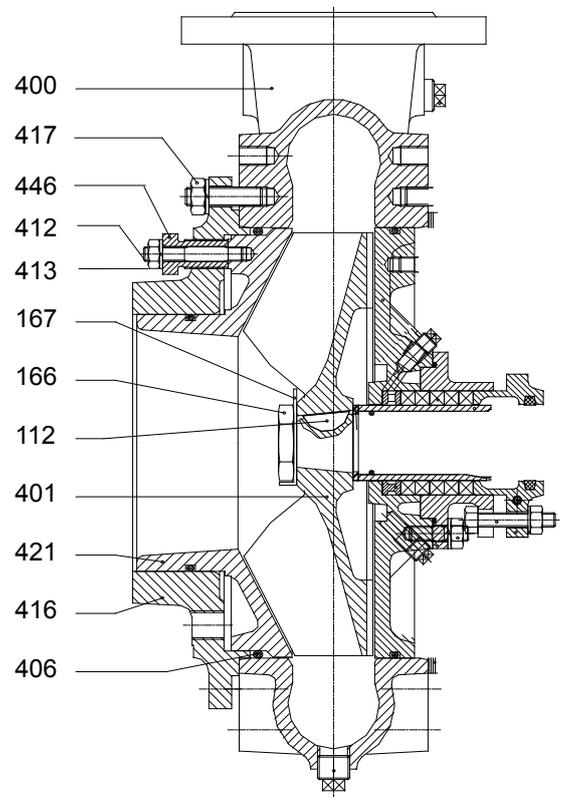

Fig. 10
Nota: Antes de proceder el desmontaje de la parte hidráulica debe retirarse el tapón (423) y drenar la caja, retirar la tapa de limpieza (405, ver fig. 12) y mediante un calibre de láminas medir espacio que hay entre el impulsor y la tapa (C en la fig. 10) Anote la dimensión tomada.
11.1.2 Extracción de la sobretapa y Camiseta "Regulable" de Desgaste. (Ver Fig. 10)